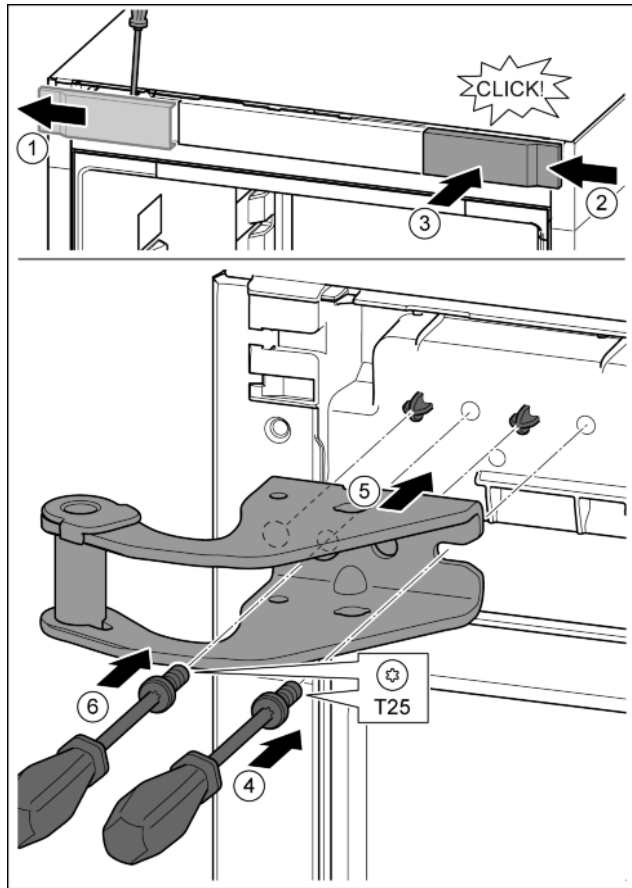

Fig. 10
- ▶ Afdekking met behulp van een schroevendraaier losmaken en zijdelings eraf halen. Fig. 10 (1)
- ▶ Afdekking 180° gedraaid op de andere kant van rechts aanbrengen. Fig. 10 (2)
- ▶ Afdekking vastklikken. Fig. 10 (3)
- ▶ Schroef met schroevendraaier T25 aandraaien. Fig. 10 (4)
- ▶ Bovenste lagerbus plaatsen. Fig. 10 (5)
- ▶ Schroef vastdraaien. Fig. 10 (4)
- ▶ Schroef met schroevendraaier T25 aanbrengen en vastdraaien. Fig. 10 (6)